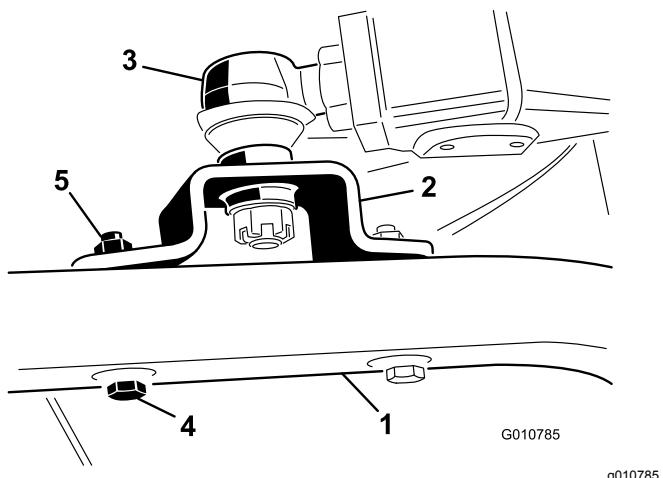

Figura 7
4. Fissate i supporti del giunto sferico a ogni braccio della ruota orientabile con 2 viti a testa cilindrica (7/16" x 3") e dadi flangiati (7/16") (Figura 7).
5. Serrate il controdado grande che fissa il giunto sferico al braccio di sollevamento (Figura 7).